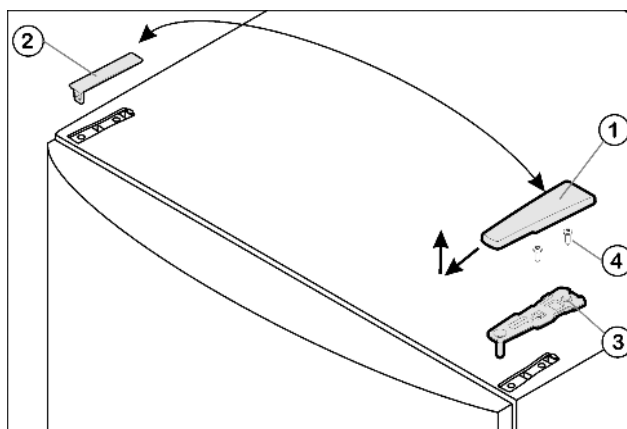

Fig. 4
- ▶ Потяните крышку Fig. 4 (1) вперед и вверх.
- ▶ Снимите крышку Fig. 4 (2).
- ▶ Открутите верхний опорный кронштейн *Fig. 4 (3)*(2 шт. Torx® 25) *Fig. 4 (4)* и вытяните вверх.
- ▶ Установите верхний опорный кронштейн Fig. 4 (3) на новой стороне шарнира и защелкните в дверце.
- ▶ Привинтите верхний опорный кронштейн (**с моментом 4 Нм**)(2 шт. Т0х@ 25) Fig. 4 (4). При необходимости проделайте отверстия или используйте аккумуляторную отвертку.
- ▶ Наденьте и защелкните крышку Fig. 4 (1) и крышку Fig. 4 (2) на противоположной стороне снаружи.